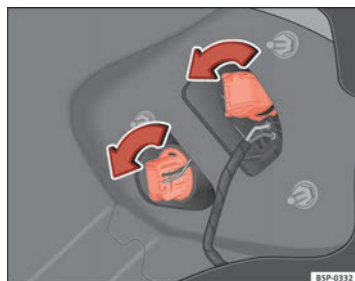

Abb. 194 Rücklichter an der Karosserie
- Drehen Sie den Lampenträger nach links ⇒ Abb. 194.